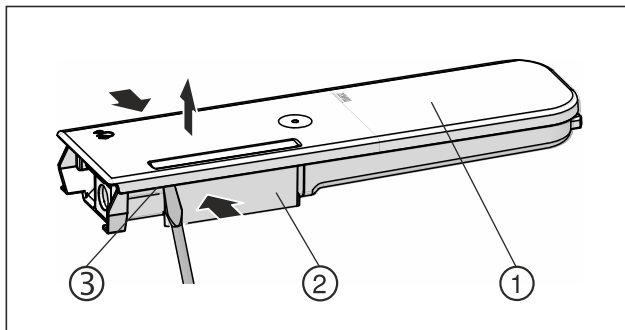

Fig. 151
- ▶ Presionar el depósito de agua Fig. 151 (2) y hacer palanca con cuidado en la tapa Fig. 151 (1) sobre los pestillos Fig. 151 (3) y tirar de ella hacia arriba.
- ▶ Mover suavemente la tapa Fig. 151 (1) hacia delante y hacia atrás y retirarla hacia arriba.